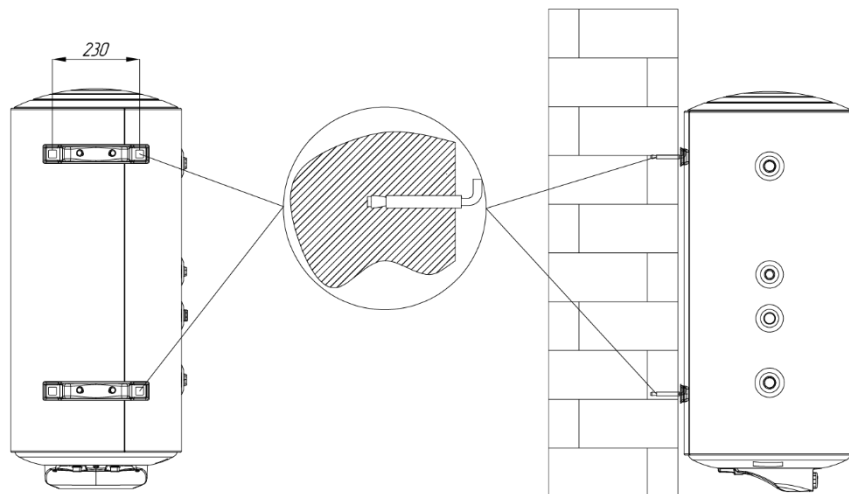

Рис. 2 Монтаж на стену
- 6.1.1.** Водонагреватель предназначен для установки внутри отапливаемых помещений, защищенных от воздействия атмосферных осадков и прямого солнечного излучения. Установка оборудования в подверженных замерзанию помещениях не допускается. Схема монтажа прибора на стене приведена на рис. 2 (стр. 12).